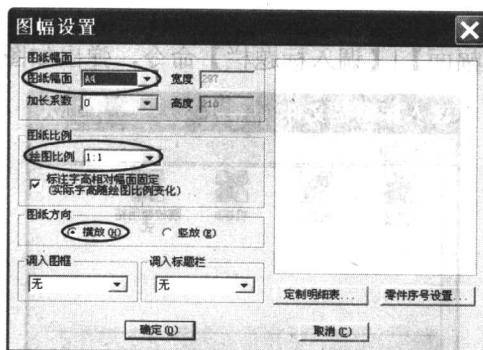

图 1.3 【图幅设置】对话框
- (1) 选择主菜单中的【幅面】|【图幅设置】命令，系统弹出如图 1.3 所示的【图幅设置】对话框。
- (2) 选择图纸幅面为 A4，绘图比例一栏中选择或输入 1:1，单击【确定】按钮，图幅设置完成。